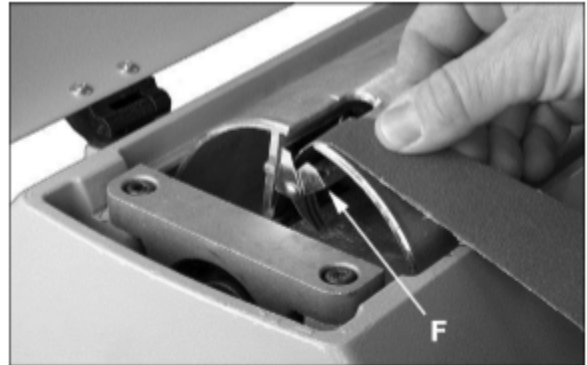

Рис. 5
1. Прижмите зажимной рычаг (F, Рис. 5) на внешнем (левом) конце барабана и